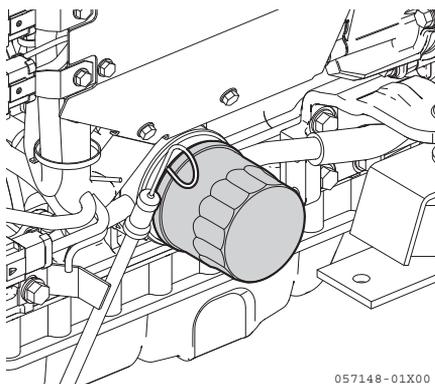

Figura 2
3. Remova o do filtro de óleo do motor (**Figura 2**) com uma chave de filtro (vire-a no sentido contrário ao dos ponteiros do relógio).